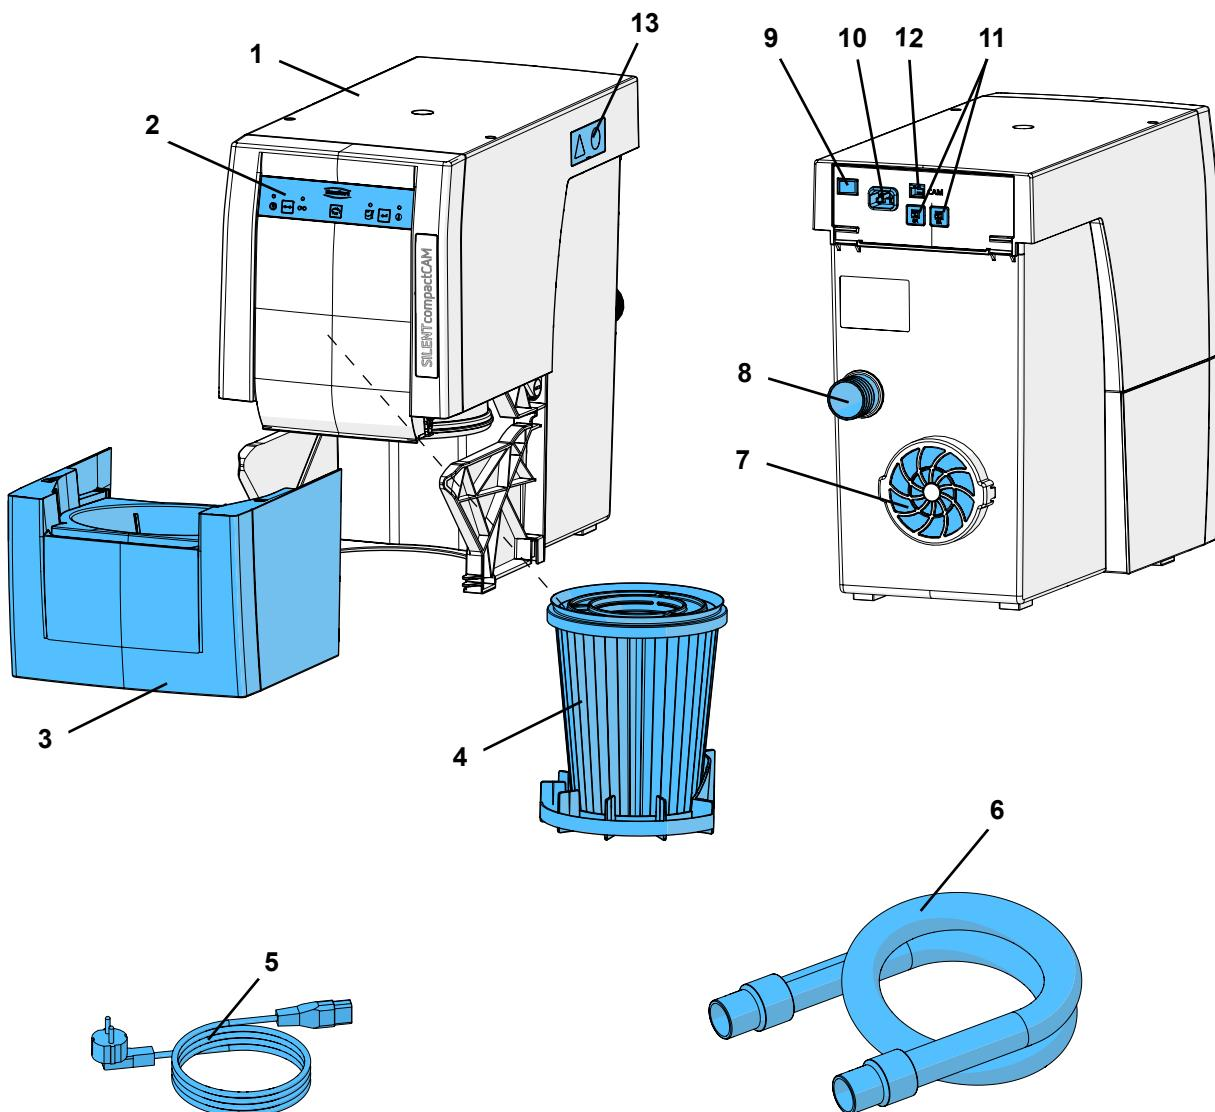

Fig. 1
- l'évacuation de l'air rejeté (7, Fig. 1) ne soit pas entravée.
- Ouverture d'au moins 250 x 120 mm dans le panneau arrière de l'armoire, directement en face de l'ouverture d'évacuation de l'air rejeté (7, Fig. 1).
- ⇒ Éteindre l'appareil en appuyant sur le commutateur marche/arrêt (9).
- ⇒ Brancher le câble d'alimentation (5, Fig. 1) sur la prise de raccordement au secteur de l'appareil (10).
- ⇒ Brancher le tuyau d'aspiration (6, Fig. 1) sur l'embout d'aspiration (8).